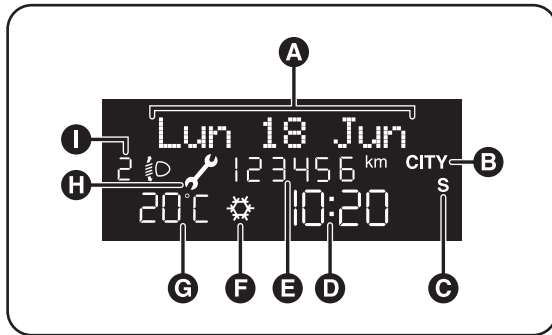

fig. 4
**ÉCRAN « STANDARD » ÉCRAN MULTIFONCTION****Versions sans Start&Stop fig. 4**